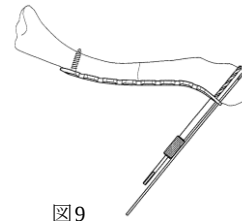

図9
2.0ドリルガイド (M3.5) をプレート最遠位ホールに設置し、2.0ドリルでドリル先端が反対側皮質から2mm程突出するまでドリリングします。 (図9)